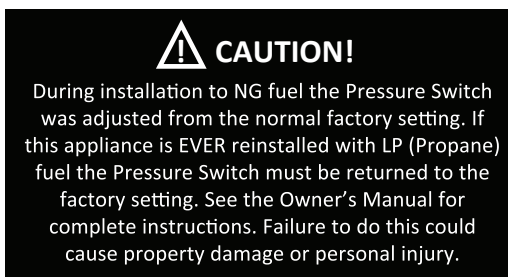

Fig. 35 – Etiqueta de precaución
- Una vez ajustado el valor de consigna del presostato, es posible que el artefacto no funcione correctamente si alguna vez la unidad se vuelve a instalar en un sistema que funciona a propano líquido (combustible propano). La etiqueta "PRECAUCIÓN" (Fig. 35) está incluida en el juego de piezas metálicas. Antes de finalizar la instalación, debe colocar la etiqueta "PRECAUCIÓN" en el artefacto (Fig. 36).